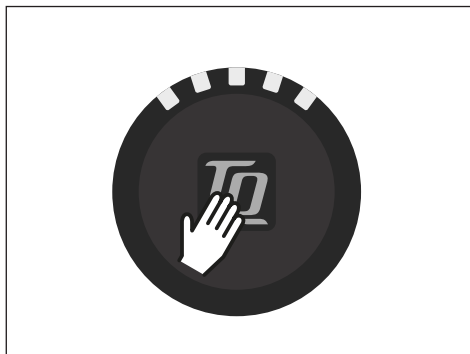

Fig. 3: Pulsante su Display
- ▶ Accendere l'unità motrice **brevemente** premendo il pulsante (vedere Fig. 3) su Display.
- ▶ Spegner l'unità motrice **premendo a lungo** il pulsante (vedere Fig. 3) sul Display.